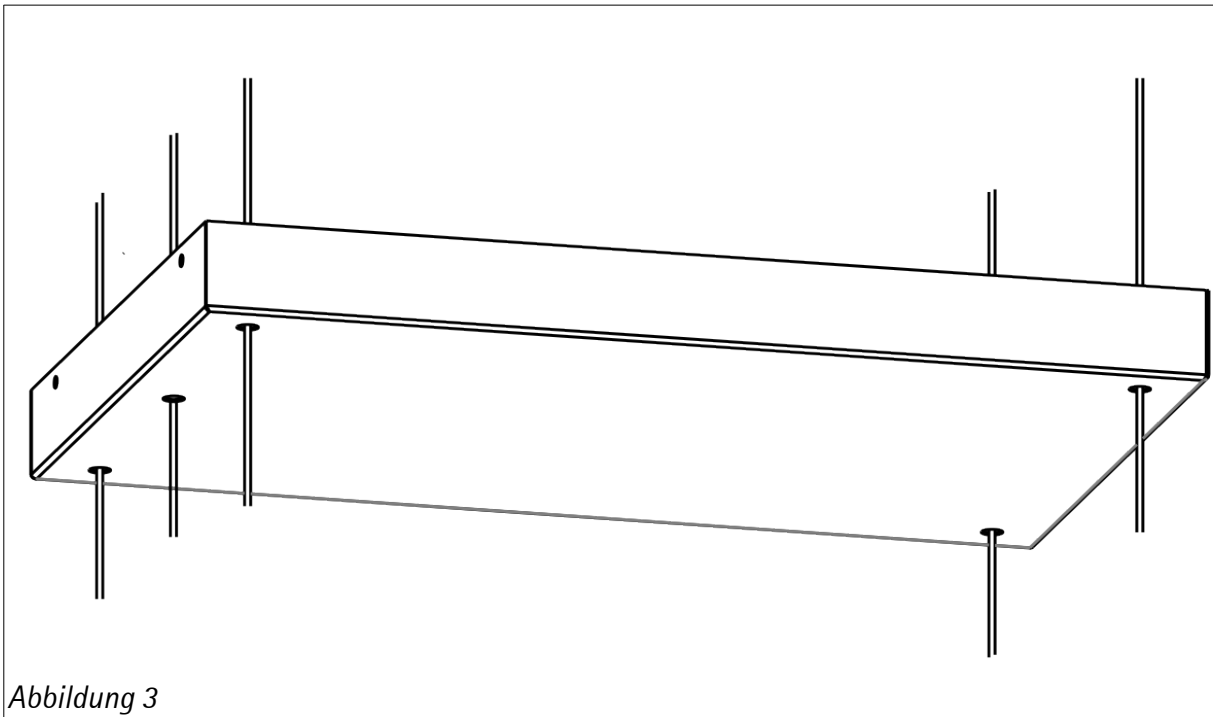

Abbildung 3
4. Im nächsten Schritt nehmen Sie die am Haubenkorpus befestigten Drahtseile und schieben diese durch die entsprechenden Öffnungen der Deckenabdeckplatte (Abbildung 3).